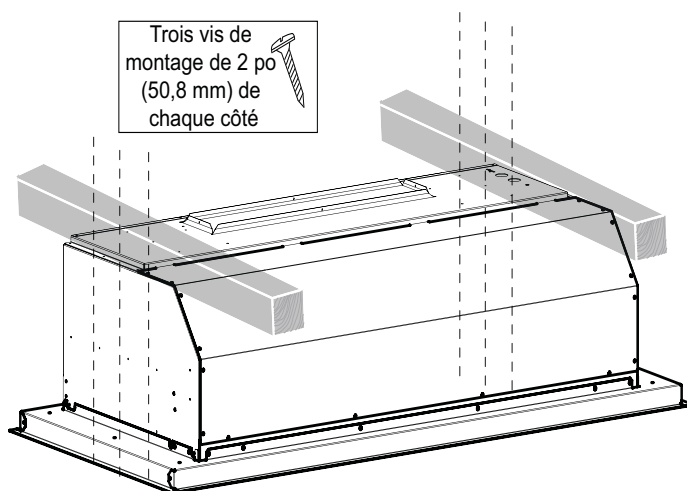

Figure 38 : Vis latérales des modèles VCIB
- Fixez les côtés du boîtier à l'aide de six vis de montage de 2 po (50,8 mm), comme illustré sur la Figure 38.